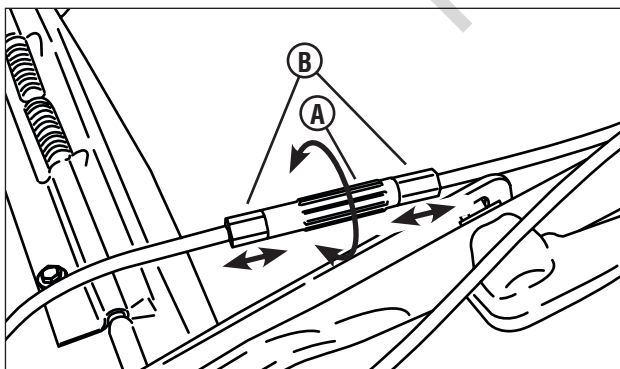

Figure 17 : Réglage du câble d'entraînement
- Si la transmission ne s'embraye pas, tourner le tendeur (**A**, **Figure 17**) un demi tour pour déplacer les bagues d'extrémité (**B**) hors du tendeur. Vérifier et répéter au besoin.